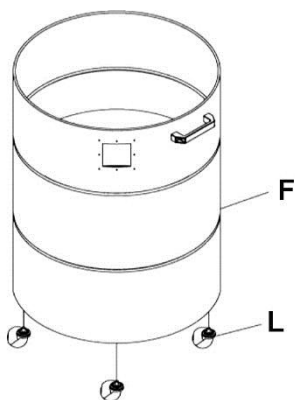

Рис. 4
4. Закрутите 4 ролика (L) в гайки под контейнером (F). См. Рис. 4.